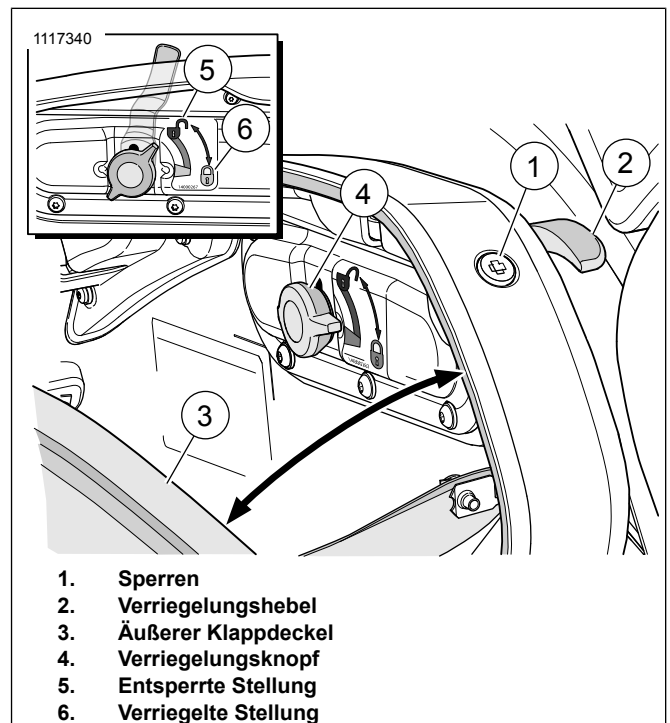
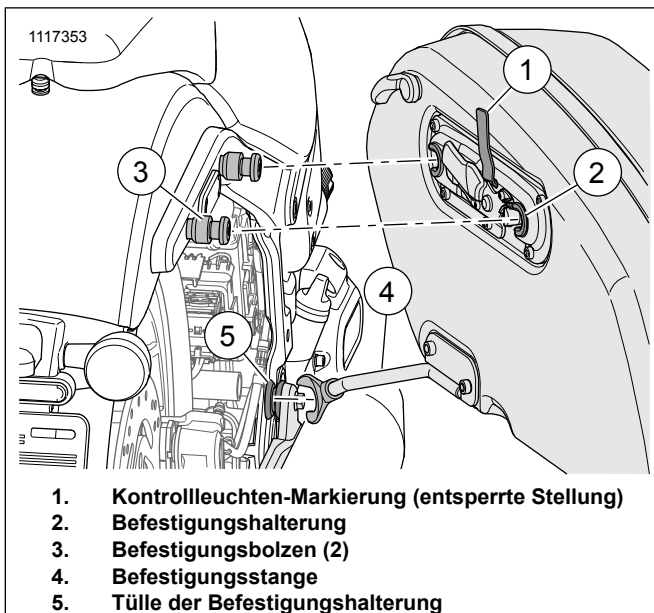

Abbildung 12. Satteltaschen-Verschlussknopf
Abbildung 13. Satteltaschen-Befestigungshalterung
- b. Die Tülle der Befestigungshalterung (7) am Rahmen (9) positionieren.
- c. Schraube (8) einbauen. Festziehen.
4. Siehe Abbildung 12 und Abbildung 13 „Satteltasche einbauen“.
- a. Siehe Abbildung 12. Den inneren Klappdeckel (3) des Seitenkoffers öffnen.
- b. Siehe Abbildung 12. Den Verschlussknopf (4) nach außen ziehen und in die entriegelte Stellung (5) drehen.
- c. Siehe Abbildung 13. Die Satteltaschen-Befestigungshalterung (2) auf die Befestigungsbolzen (3) setzen und dabei die Satteltaschen-Befestigungsstange (4) an der Tülle der Befestigungshalterung (5) ausrichten. Die Satteltasche komplett nach vorne schieben.
- d. Siehe Abbildung 13. Den Verschlussknopf in die gesperrte Stellung (6) drehen, bis ein Klickgeräusch hören ist. Überprüfen, ob sich der Knopf nicht zurück in die entriegelte Position dreht, dabei nicht am Knopf ziehen.
- e. Siehe Abbildung 13. Sicherstellen, dass die Kontrollleuchten-Markierung nicht angezeigt wird und der Seitenkoffer sicher befestigt ist.